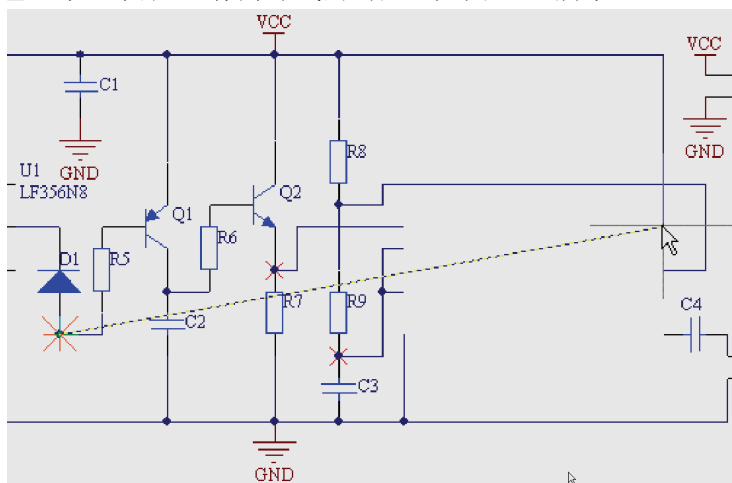

图 7-13 点对点自动布线模式
(1) `Shift`+空格键切换放置模式至点对点自动布线模式 `Auto Wire`。为了演示点对点自动布线的实施，在元件 D1 的下侧引脚上单击以确定导线的起点，然后将光标指向一段导线的下端（不出现红色“米”字形），作为导线的终点，如图 7-13 所示。